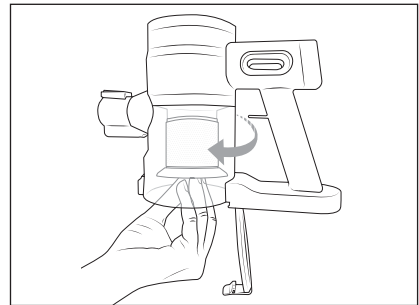

Fig. 11
- 2) Scoateți filtrul din oțel inoxidabil **6** și filtrul EPA **5** din recipientul de praf **2** prin rotirea filtrului EPA **5** în sens orar (a se vedea fig. 11). Apoi, scoateți filtrul din oțel inoxidabil **6** și filtrul EPA **5** în jos din recipientul de praf **2**.